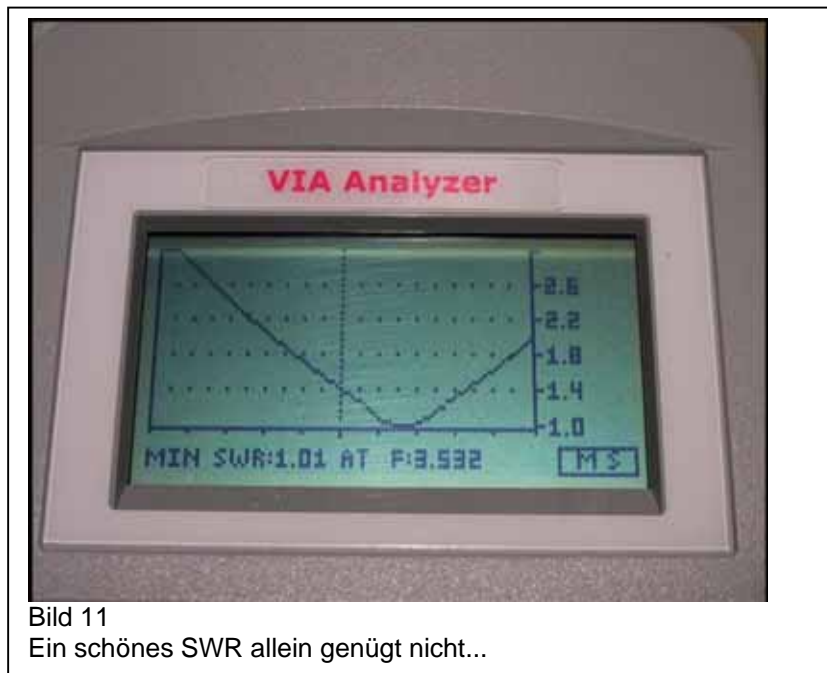

Bild 11
- Ein Viertelwellen-Koaxtransformator aus RG-58 ist auf 80 m absolut ungenügend; nur ein Bruchteil der Leistung gelangt in die Antenne! Wer mit einer solchen Anordnung experimentieren möchte, kann die Einrichtung inklusive Strahler bei mir ausleihen. Ein tolles SWR (Bild 11) ist garantiert - mehr nicht!